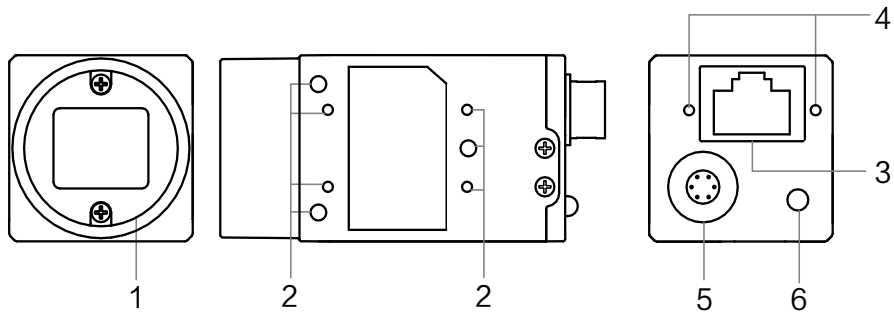
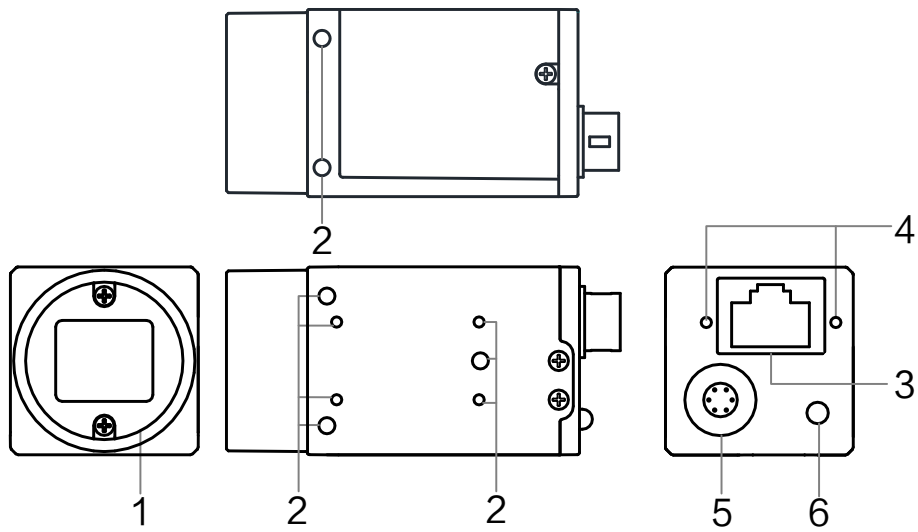

图1-1 29 mm × 29 mm × 42 mm
图1-2 29 mm × 29 mm × 42 mm (可四面固定)
- 图 1-1 为尺寸 29 mm × 29 mm × 42 mm 的千兆网口面阵相机外观。
- 图 1-2 为尺寸 29 mm × 29 mm × 42 mm 且可四面固定的千兆网口面阵相机外观。
- 29 mm × 29 mm × 42 mm（图 1-1 和图 1-2）